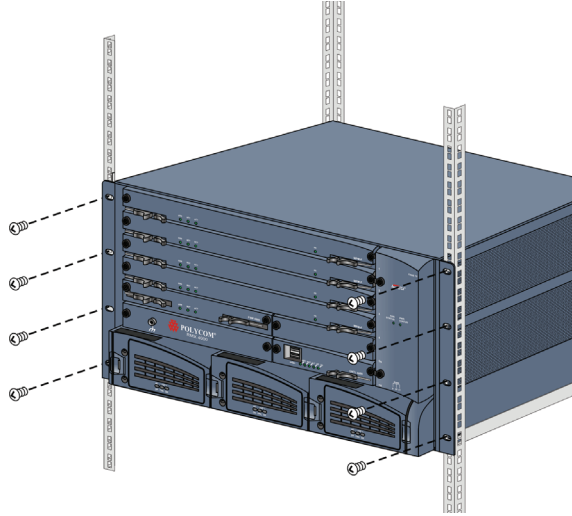

Figura 1-3 RMX 4000 Montaje en bastidor
- 3** Atornille la RMX al bastidor a través de los ocho orificios de la parte delantera, como se muestra en la Figura 1-3.
- 4 Atornille la RMX al bastidor a través de los ocho orificios de la parte delantera, como se muestra en la Figura 1-3.